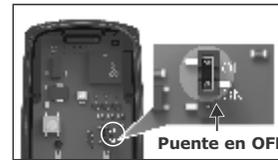

Figura 9.
16. Para evitar daños, apague el transmisor como se muestra en la figura 9.